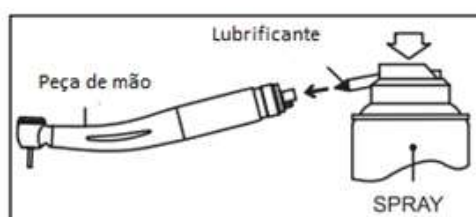

Fig. 07
- c) Coloque o bocal na saída do lubrificante (fig. 07).